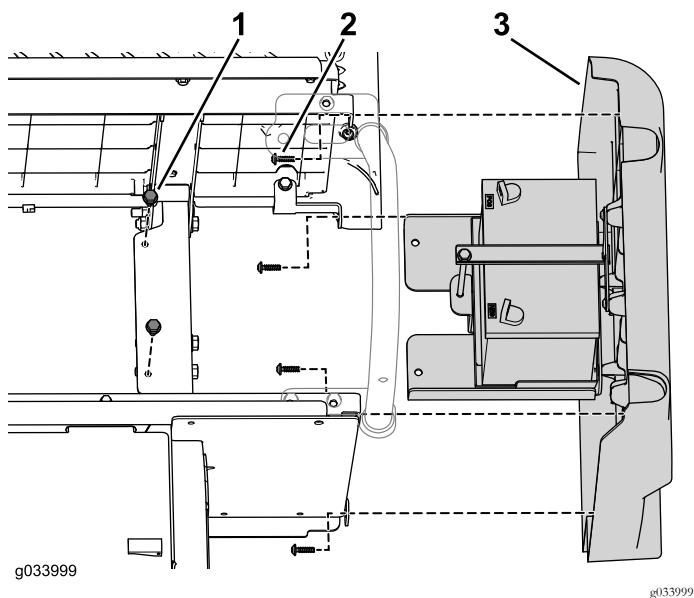

Figura 5
- Retire os quatro parafusos que fixam o painel direito ao conjunto do banco inferior (Figura 5).
- Remova os dois parafusos flangeados que prendem o tabuleiro da bateria à estrutura (Figura 5).